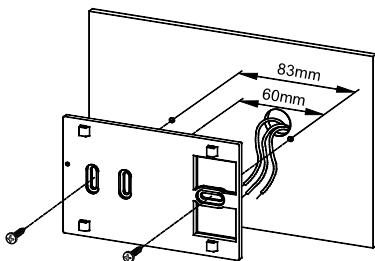
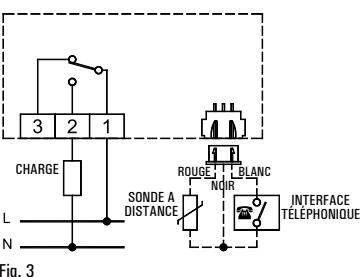

Fig. 2
Fig. 3
- Fixer la plaque directement au mur ou dans le boîtier de dérivation de 2 ou 3 modules à travers les deux orifices pour vis avec un entraxe de 60 mm ou 85 mm, en faisant attention à faire passer les câbles par la fente, comme indiqué dans la Fig. 2.
- Exécuter les connexions électriques en faisant passer les fils à travers l'ouverture rectangulaire de la plaquette de fixation au mur (Fig. 2), suivant le schéma de connexion de la Fig. 3.